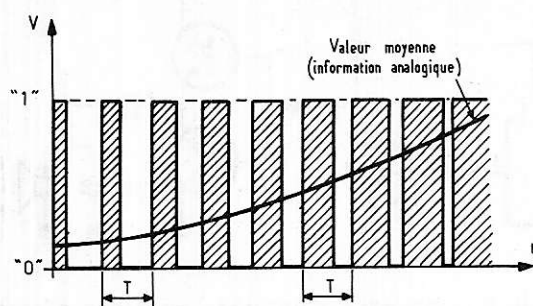
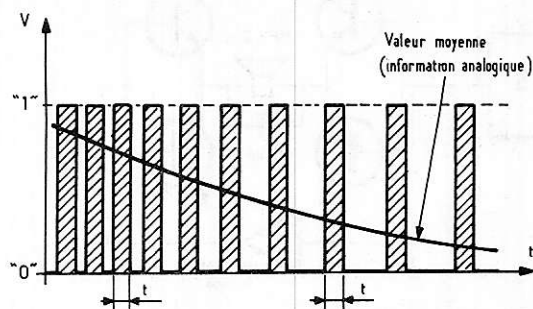

Figure 1 : Codage d'une grandeur analogique sous forme de rapport cyclique à fréquence constante.
Figure 2 : Codage d'une grandeur analogique sous forme de variation de fréquence d'impulsions de durée constante.
La **figure 1** illustre l'une des deux principales manières de faire véhiculer une information analogique à un train d'impulsions. Il s'agit d'en faire varier le rapport cyclique, c'est-à-dire la durée des impulsions tout en respectant une fréquence de répétition constante. Ce principe est utilisé en radiocommande proportionnelle.
La **figure 2** représente une autre possibilité, utilisée par exemple dans les compteurs de voiture : l'impulsion conserve une durée constante, mais sa fréquence est variable.
Nous sommes là en présence d'un phénomène de **modulation** et de **démodulation**, et c'est pourquoi on parle, dans le cas de la **figure 1**, de modulation de largeur d'impulsion ou PWM (Pulse Width Modulation), le cas de la **figure 2** étant tout simplement celui de la modulation de fréquence (FM).
Imaginons maintenant que, dans le cas représenté **figure 1**, la fréquence de répétition des impulsions
principe $R/2R$ (voir **figure 1 A**), il s'agit d'un montage très simple qui sera étudié ultérieurement dans la réalisation, mais pour reproduire une courbe de la forme $y = ax^2$ le problème est plus difficile à résoudre (et la courbe donnée par la **figure 2 B** donne un aperçu de cette difficulté). La pente de la courbe est différente à chaque point.